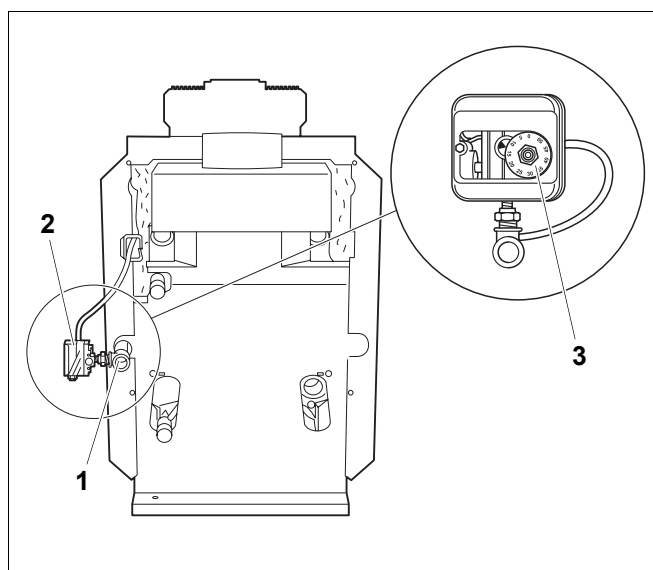

Fig. 45 Instalați presostatul de gaz
- Introduceți presostatul de gaz (Fig. 45, **Poz. 2**) la racordul cu gaz (Fig. 45, **Poz. 1**) al cazanului de încălzire (Fig. 45, **Poz. 3**) în sus sau în afara conductei cu gaz (utilizați un niplu reductor).